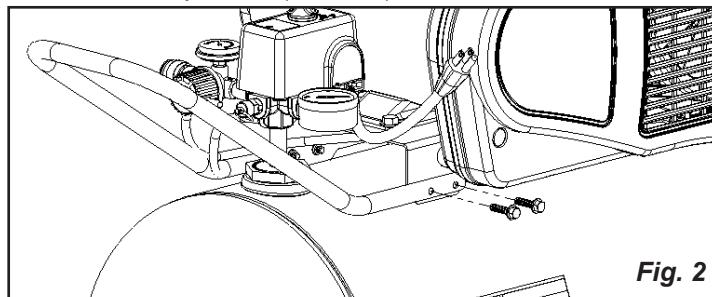

Fig. 2
- Attach poignée à compresseur, comme indiqué dans la Fig 2.